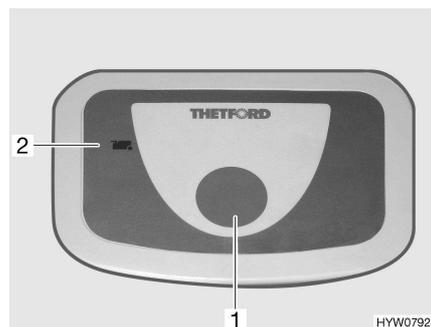

Fig. 111 Bouton pour la chasse d'eau/ voyant de contrôle (toilettes Thetford)
- Pour actionner la chasse d'eau, appuyer sur le bouton bleu (Fig. 111,1).
Le voyant de contrôle (Fig. 111,2) s'allume lorsque le réservoir pour matières fécales doit être vidé.